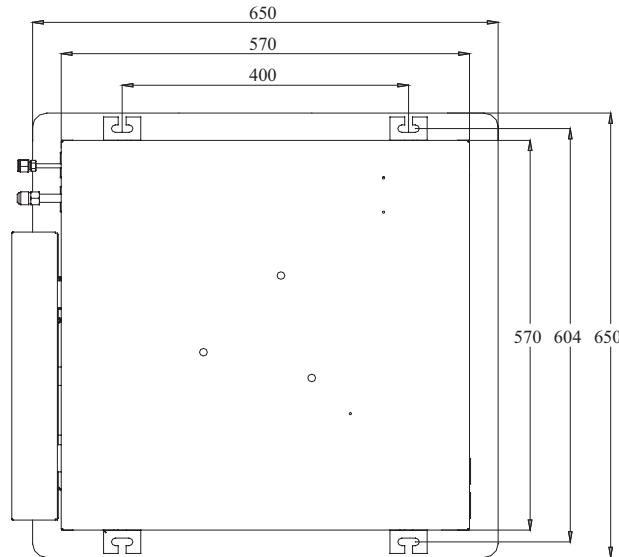

Рис. 10.2
10.2.1 Блоки кассетного типа (рис.10.2)